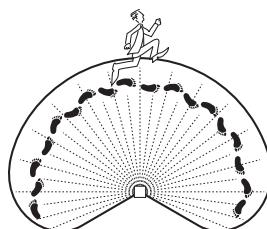

Figura 8
- Camine por el área de cobertura y note dónde está usted cuando las luces se encienden. Además, la LED roja detrás de la lente del detector de movimiento destellará varias veces cuando se detecta movimiento (vea la Figura 8).
- Si es necesario, sujeté suavemente los cabezales de la lámpara (A) y muévalas de lado a lado o de arriba hacia abajo para ajustar el área de cobertura de la luz.